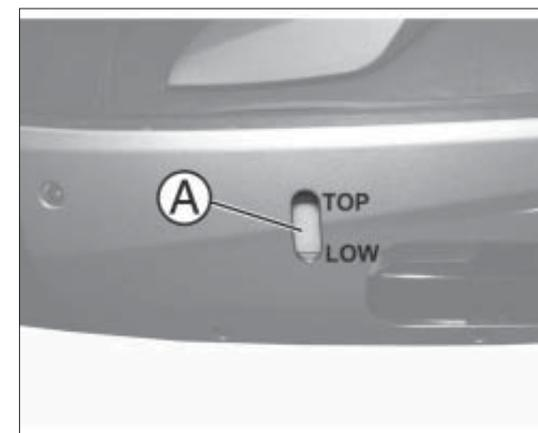

fig. 4
- contrôle par le trou d'inspection fig. 4, prévu à cet effet, sous le repose-pied, que le liquide se trouve au bon niveau indiqué par le repère Top.